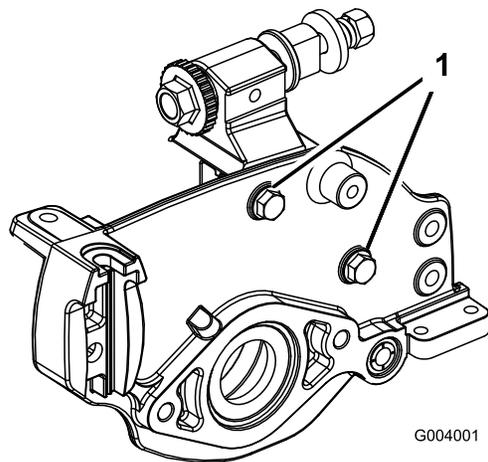

図 57
**注** リールと後ローラとの平行関係は、Cuttingユニット全体の組み立て精度により保証されていますから、調整は不要です。ごくわずかな狂いを戻す調整は可能です。まず、定盤の上でサイドプレート組み付けボルトをゆるめます (図 57)。各部の歪みを解放し、もう一度ボルトを締め付けます。